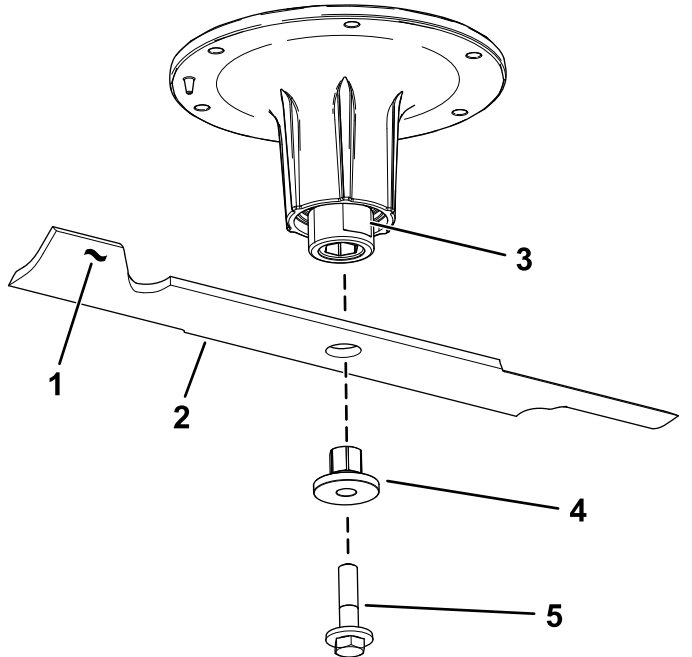

Figura 97
2. Retire el perno de la cuchilla, el buje y la cuchilla del eje (Figura 97).